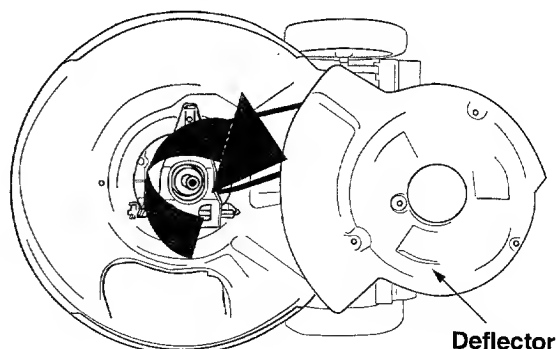

Figura 19
- Pivotee el deflector hacia la parte posterior de la cortadora. Vea la Figura 19.